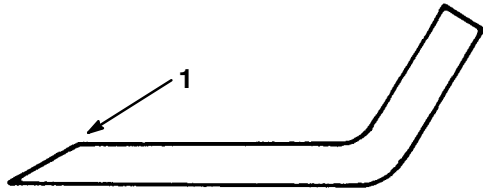

Bild 24
1. Schärfen Sie die Schneidkante an beiden Enden des Schnittmessers mit einer Feile (Bild 24). Behalten Sie den ursprünglichen Winkel bei. Das Schnittmesser behält seine Auswuchtung bei, wenn von beiden Schneidkanten die gleiche Materialmenge entfernt wird.